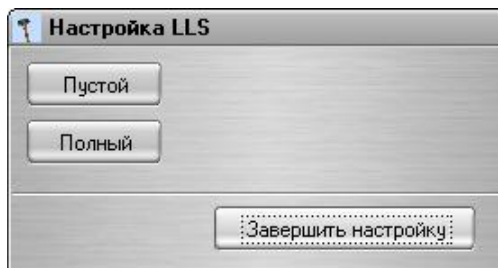
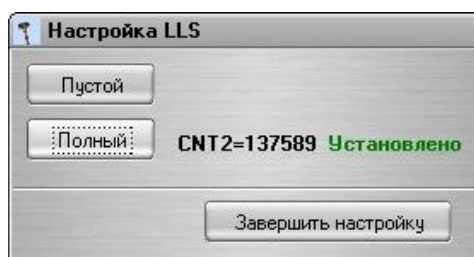
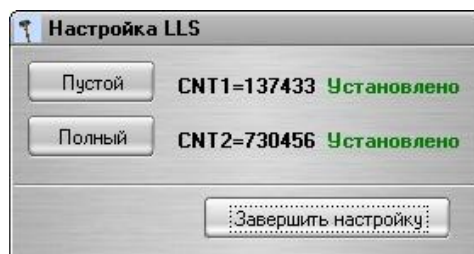

Рисунок 14
Рисунок 15
Рисунок 16
- 4) В окне программы (Рисунок 14) нажать кнопку «Полный». Напротив кнопки «Полный» появится надпись «Установлено» (Рисунок 15).
- 6) В окне программы (Рисунок 15) нажать кнопку «Пустой». Напротив кнопки «Пустой» появится надпись «Установлено» (Рисунок 16).